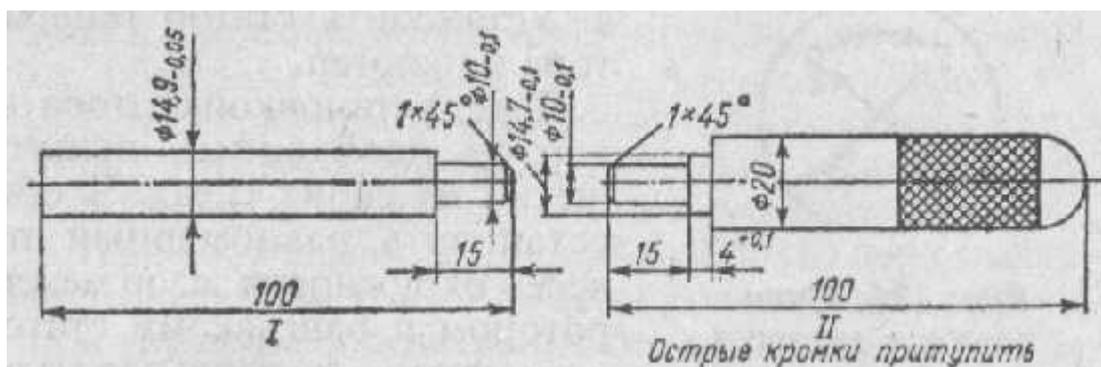

Рис. 125. Оправка для установки поршневого пальца
3. Вставить в палец оправку II (рис. 125).